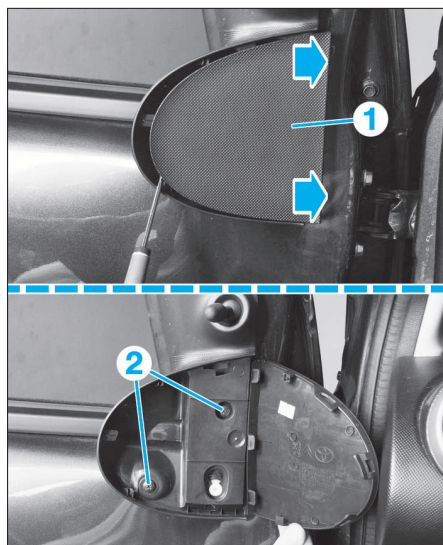

FIG. 73
- Décliper le cache (1) comme illustré (Fig.73), puis déposer les vis de fixation (2).